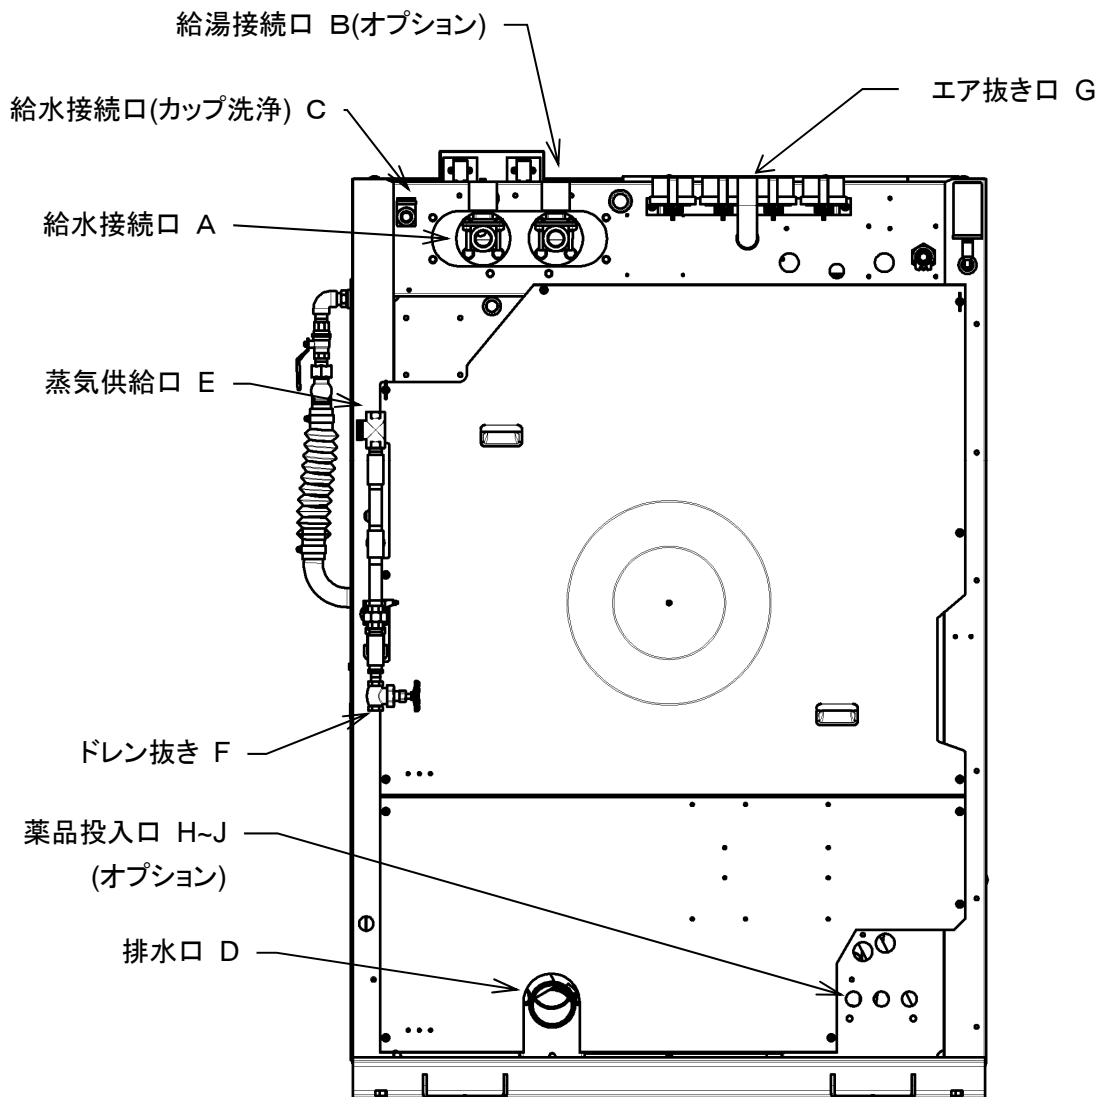

図5-1
- ・ 給水接続口Aに配管を接続します。(図5-1)
- ・ 給湯接続口Bに配管を接続します。(図5-1)
- ・ 給水接続口Cに配管を接続します。(図5-1)
- ・ 排水口 D に配管を接続します。(図5-1)
- ・ 電磁弁のトラブルにより、蒸気が本機後部のエア抜き口 G(図5-1)から放出される可能性があります。エア抜き口 G は塞いだり、向きを変えたりしないでください。
- ・ ドレン抜き F にホースを接続しバルブが開放されても蒸気により、人への傷害、本機への損害を招かない場所に配管すること。(図5-1)
- ・ 電磁弁のトラブルにより、蒸気が本機後部のエア抜き口 G(図5-1)から放出される可能性があります。トラブル発生時は速やかに蒸気本管と本機の間に取り付けられた手動オン/オフバルブを閉じ運転を停止してください。また、エア抜き口 G は塞いだり、向きを変えたりしないこと。